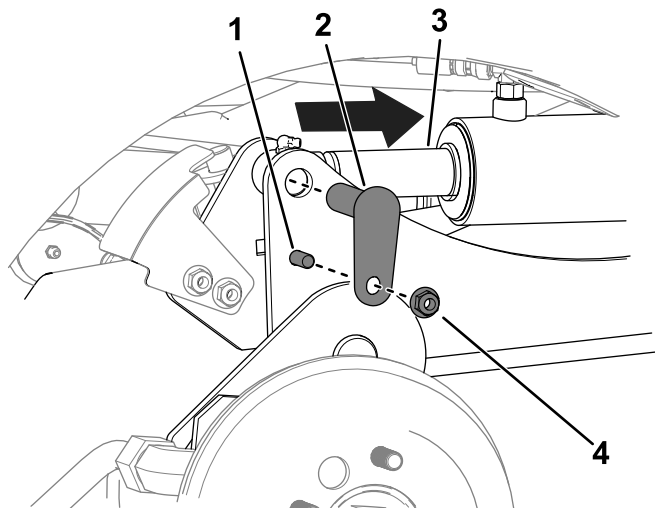

Bild 11
- C. Verwenden Sie einen Austreiber, um die Löcher der Zylinderstange mit den Löchern des Hubarms auszurichten (Bild 11).
- D. Verwenden Sie zwei Schrauben ($\frac{3}{8}$ " x $1\frac{1}{4}$ "), zwei Muttern ($\frac{3}{8}$ ") und zwei kleine Stifte, um die Hubarme an den Zylindern zu befestigen (Bild 11).